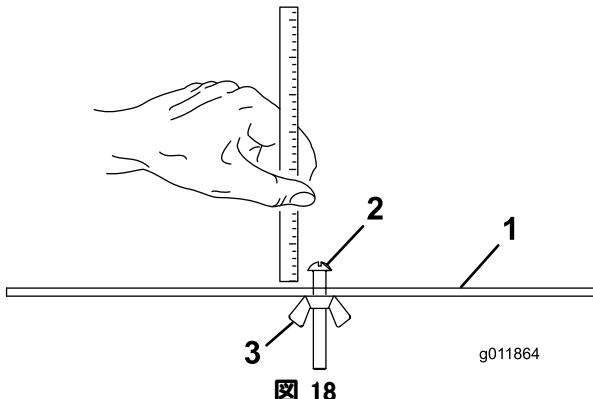

図 18
2. ゲージバー(図 18)のナットをゆるめ、調整ネジを希望の刈り高に合わせる。ネジ頭の下からバーの表面までの距離が刈り高となる。